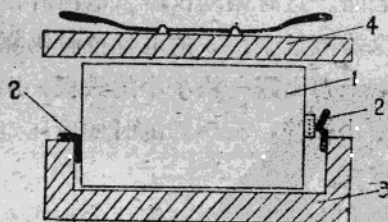
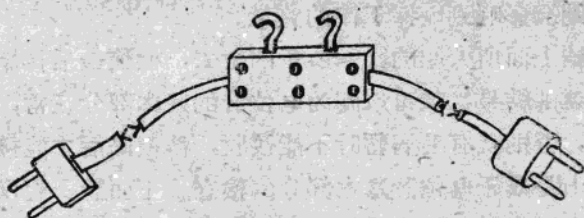

图 4
图 5. 分綫盒
（4）把去掉纸皮的手电池按图 5 中所示的那样装入，然后将小胶木板放入，放小胶木板时注意将两小条磷铜片朝上，如图 4 中 4 所示。
(7) 取出仪器箱內我們管它叫分綫盒的接綫(如图 5)，將它裝在仪器右手側面标有 1、2 的銅螺絲里，并將螺絲旋紧，然后把 7、6 兩插头分別依次插在仪器右手的上下兩对銅眼 18、19 里。上述插座插上后，依次旋动 8、9 兩個旋鈕使其箭头↓朝下；10 旋鈕的“1”对准上方的箭头、11 旋鈕的“0”对准上方的箭头，12 旋鈕的箭头对准“+”或者“-”均可，最后順时針方向擰下 13 旋鈕。